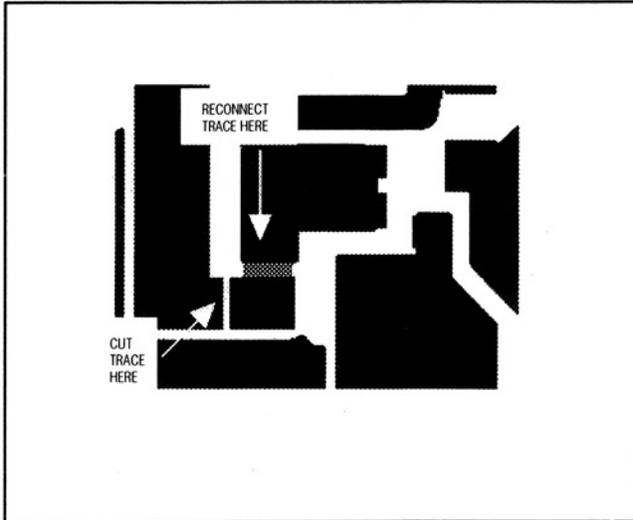

図11. -48V及び-70V動作に対するPCボードの変更
- 1) トランスの1/3タップから出力ダイオードへのトレースを切り、トランスの2/3タップからダイオード(D2)へのワイヤジャンパをはんだ付けします(図11)。